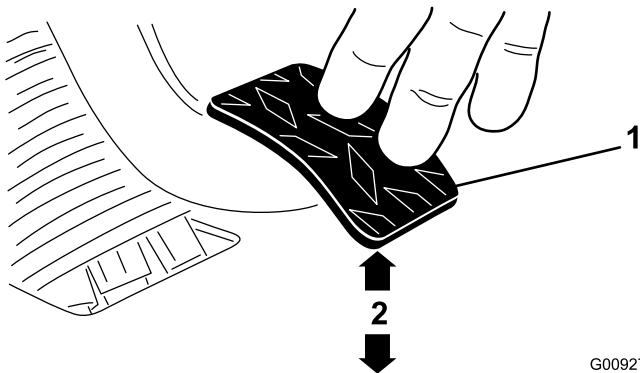

図 74
3. ジャムナットまたはボール・ジョイントを調整する； 1.8 kgの力でクラッチ・ペダルを踏んだ時にペダルの裏面の下端が床のダイヤモンド柄の頂部から9.5 ± 0.3 cmになるようにする (図 74)。